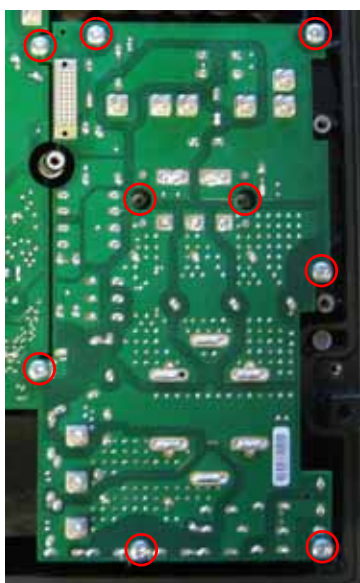

Рис. 46 Винты платы выпрямителя
2. Снимите винты платы выпрямителя. См. рис. 46.